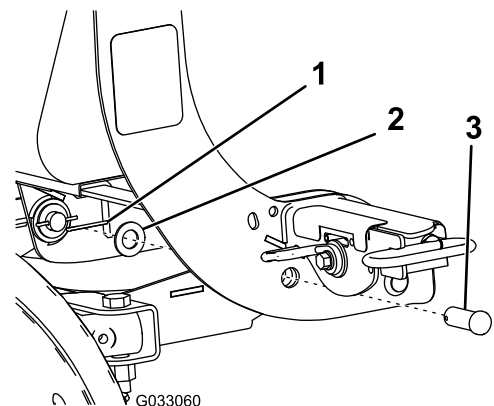

Bild 4
7. Fluchten Sie die Lagerbolzenlöcher der Kupplungssäule mit den Lagerbolzenlöchern am Schubrahmen aus und befestigen sie mit zwei Lagerbolzen, zwei Flachscheiben ($\frac{3}{4}$ ") und zwei Splinten (Bild 4).